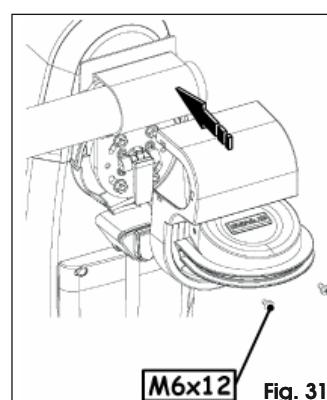

Fig. 31
•Posizionare il carter di copertura del dispositivo di sblocco, come illustrato in Fig. 31 e fissarlo utilizzando le due viti in dotazione.